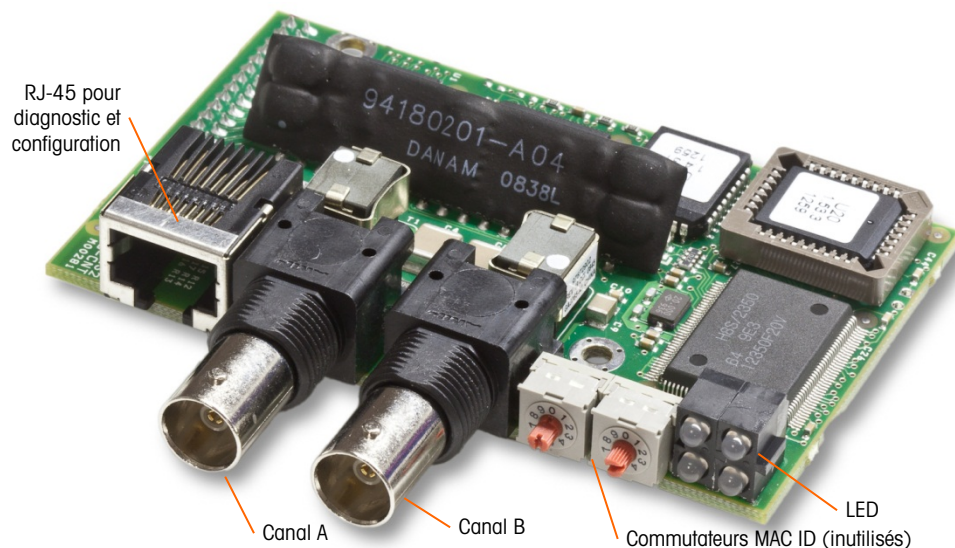
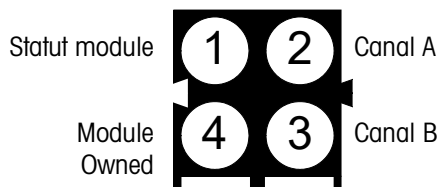
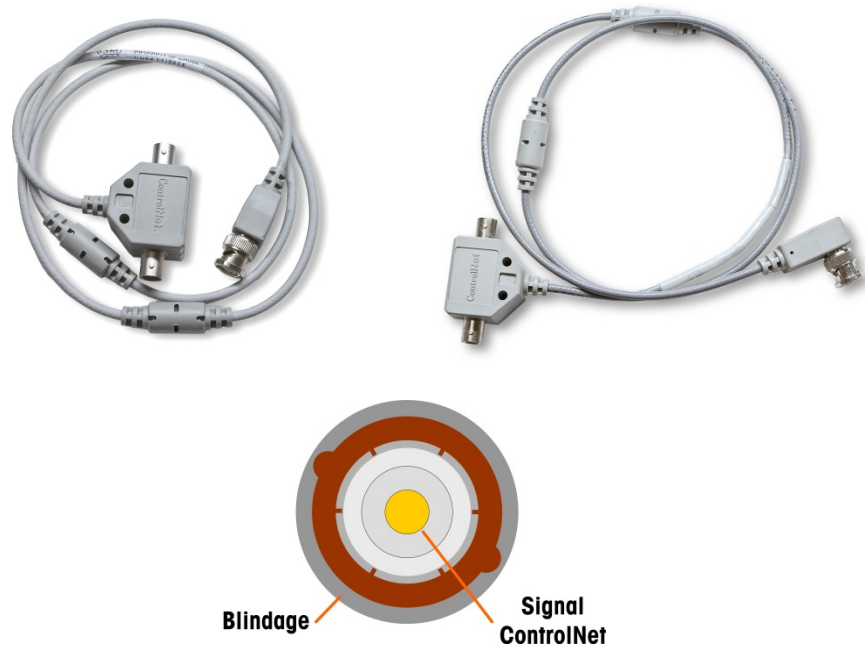

Figure 2-99 : Composants et connexions du module ControlNet API
Figure 2-100 : LED d'indication d'état ControlNet
Figure 2-101 : Câbles et connecteur ControlNet
Le module ControlNet API (Figure 2-99) se connecte au réseau ControlNet via un ou deux câbles coaxiaux (Figure 2-101). Le canal B est redondant avec le canal A et n'est pas utilisé à moins que ControlNet ne détecte aucun signal sur le canal A. L'adresse du module est configurée dans le logiciel et les commutateurs MAC ID indiqués sur la Figure 2-99 ne sont pas utilisés.
- **Ne pas** brancher de câble Ethernet dans le connecteur RJ-45 illustré à gauche sur la Figure 2-99 sous risque d'endommager l'IND780.
La Figure 2-100 affiche le groupe des LED d'indication d'état sur la carte ControlNet (voir également la Figure 2-101).
La Figure 2-101 illustre un exemple d'un câble ControlNet et une vue de près du connecteur. Le connecteur peut être à angle droit ou droit (voir ci-dessous). Ce câble n'est pas fourni par METTLER TOLEDO.